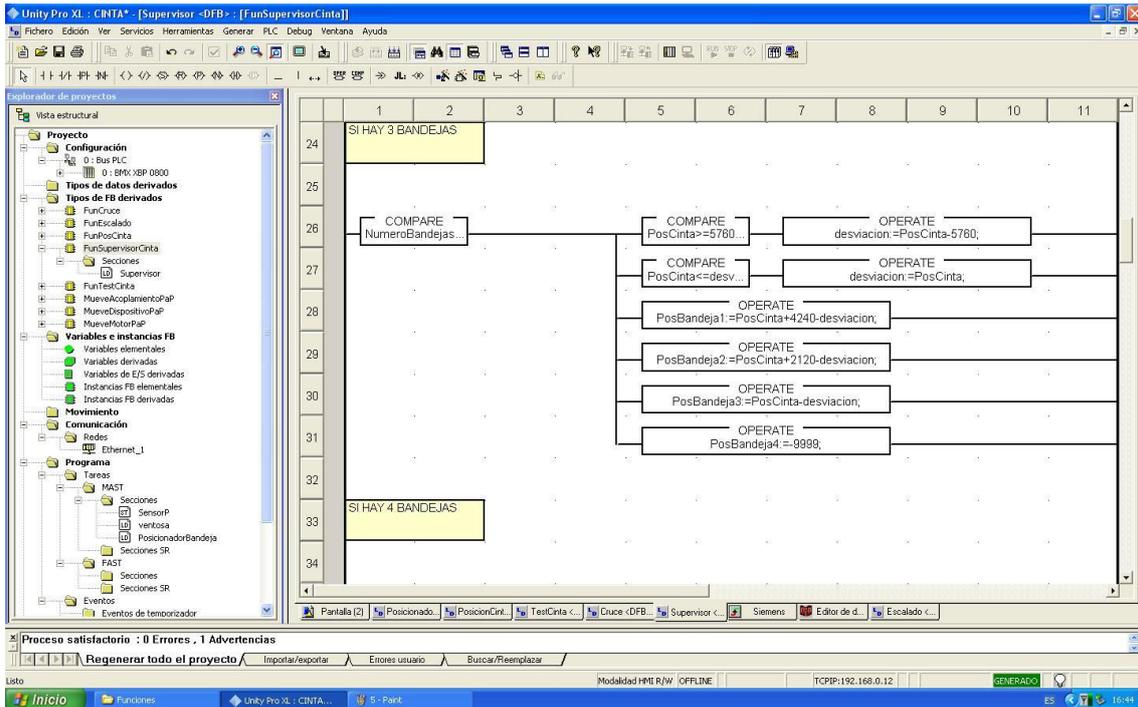

Figura 5.5.4
■ Caso 4. Hay 3 bandejas (Figura 5.5.4):